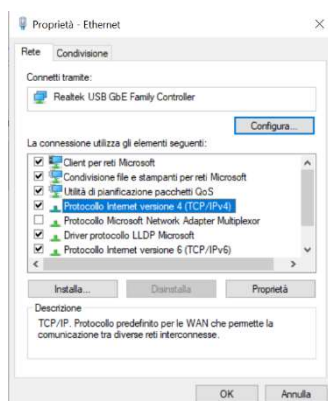
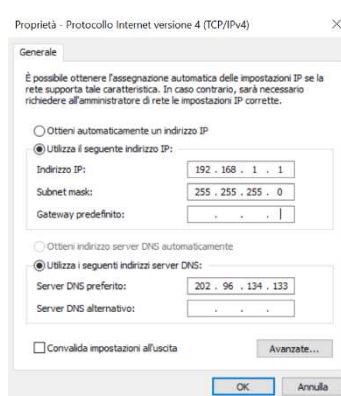

Fig. 6
Fig. 7
7. Dal menù di proprietà Ethernet (Fig.6), selezionare "Protocollo Internet versione 4 (TCP / IPv4)" e premere il pulsante "Proprietà" che si sarà nel frattempo abilitato. Si aprirà la schermata di Fig.7.
13. Selezionare "Network" dal menù Configurations per impostare i parametri di rete di MDB-E in conformità con quelli della vostra rete Ethernet. Per esempio, se nella schermata originale di Fig.7 l'indirizzo IP era 192.168.10.1, impostare MDB-E su 192.168.10.101 (Fig.9).